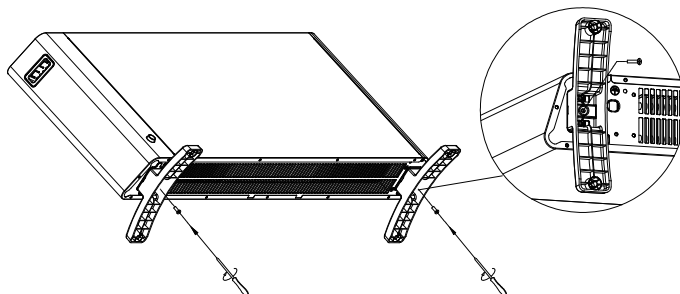

Fig.4
4. Fastgør skruerne på begge sider af basen, og spænd dem godt fast. (Fig. 4)